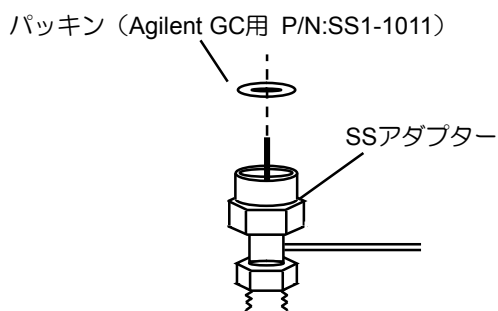

Fig. 3.8 SS アダプターへのパッキンの装着
- ② SS アダプターの先端に付属のパッキンを装着し（Fig. 3.8 参照）、注入口下部から SS アダプターの先端を差入れます。